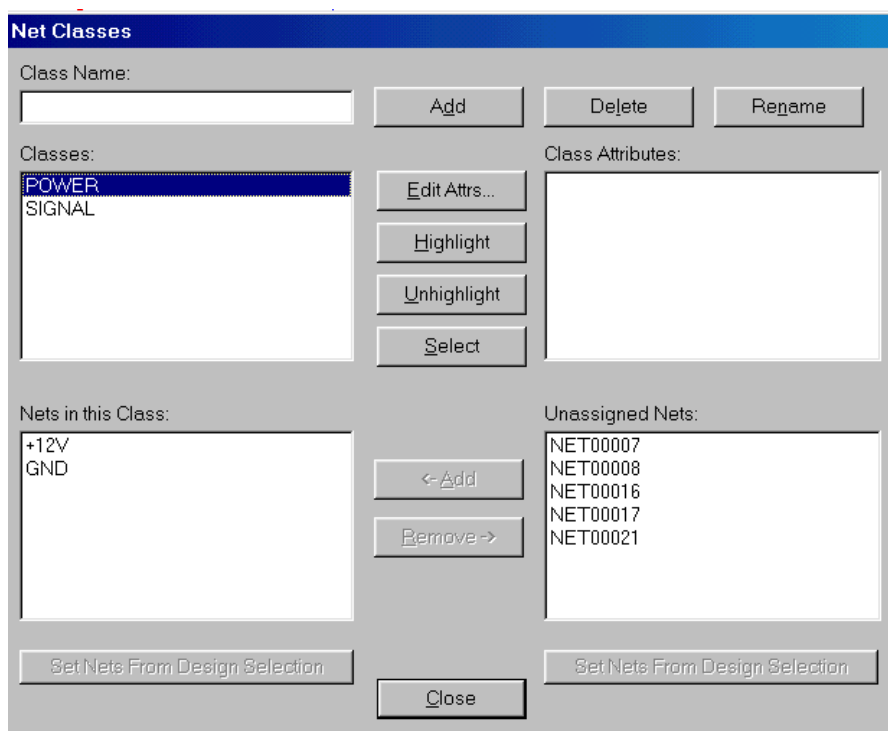

Рис. 6-34. Разделение цепей на классы
- 2) На панели **Net Classes** (см. рис. 6-34) в окне Class Name (имя класса) наберите **POWER** и нажмите кнопку **Add** (добавить). Название класса появится в окне *Classes* в списке классов.
8) Перейдите в закладку *Sort* (сортировка). Здесь (см. рис. 6-34,в) задаются режимы сортировки – по каким полям (список *Selected Fields*), и каком порядке - возрастания (флажок *Ascending*) или убывания значений (флажок *Descending*). Нажатие на кнопку **Append** позволяет добавить выбранное в списке *Available Field* (доступные поля) поле в конец списка выбранных полей. Кнопка **Insert** позволяет вставить поле перед выбранным в списке *Selected Fields*. Режим сортировки отображается буквами A и D в скобках после имени поля.